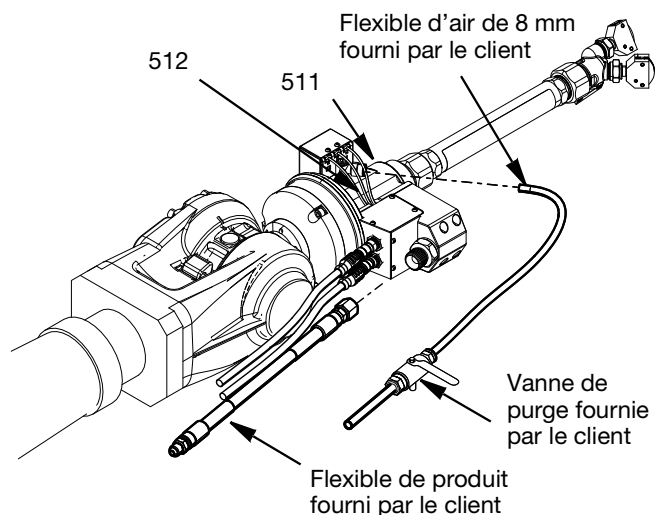

FIG. 7
L'arrivée d'air est connectée au pistolet SST Switch 3D avec un flexible en polyuréthane de 8 mm au raccord tournant coudé (512) sur le côté du boîtier pivotant (511). Le client doit installer une vanne d'air de type purgeur entre l'arrivée d'air et le raccordement du pistolet SST Switch 3D. Voir FIG. 7.
Le flexible d'alimentation en produit se connecte au pistolet SST Switch 3D à l'aide d'un raccord fourni par le client. Le filetage d'entrée est de 1/2 po. BSPP. Voir FIG. 7.
3. Relâchez toute la pression d'air dans les conduites d'air en fermant la vanne de purge fournie par le client. Voir FIG. 7.
4. Si l'embout de la buse ou le flexible de produit est bouché ou si la pression n'a pas été entièrement relâchée après avoir suivi les étapes ci-dessus, desserrez très lentement le flexible de produit fourni par le client à partir du raccord d'entrée de 1/2 po. BSPP (604), (voir FIG. 7).